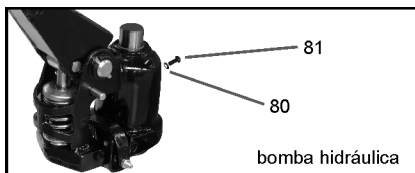

Fig. 9 - Completando ou substituindo o óleo
- Para o correto funcionamento do equipamento, utilize na bomba somente óleo hidráulico viscosidade ISO VG 32 (aproximadamente 250 ml). Verifique periodicamente o nível de óleo da bomba e caso necessário complete o volume. Também recomendamos substituir totalmente o óleo da bomba a cada 12 meses e, em caso de necessidade, substituir também os reparos. Para completar ou substituir o óleo, remova o parafuso “81” e o o ring “80”, complete o volume de óleo e recoloque o o ring “80” e o parafuso “81”, ver fig. 9.